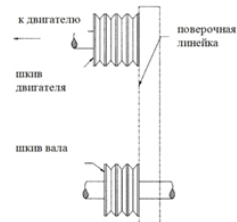

Рисунок 5. Проверка выравнивания ремней
6. Для проверки выравнивания используйте стальную поперечную линейку (см. рисунок 5).